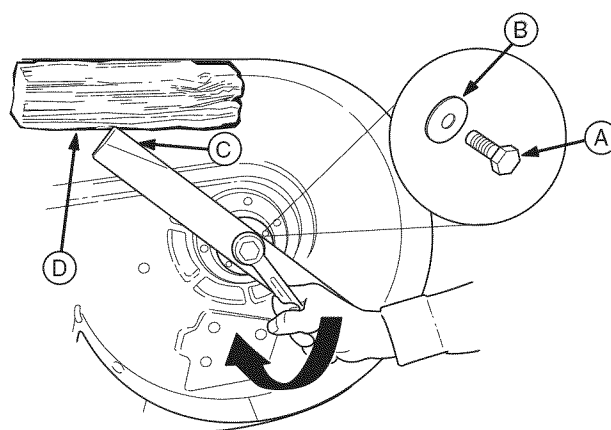

Figura 25. Instalación del Aspa
3. Quite el tornillo de cabeza hexagonal (A, Figura 25), arandela elástica (B), y aspa.
7. Reinstale el aspa con las aletas de izado (C, Figura 25) apuntando arriba hacia la cubierta de la podadora como se muestra.
8. Reinstale la arandela elástica (B) y tornillo de cabeza hexagonal (A). Use un bloque de madera (E) para evitar que el aspa gire mientras aprieta el tornillo de cabeza hexagonal (A) a 45-55 ft-lbs (61-75 Nm). Gire el tornillo de cabeza hexagonal a la derecha para apretarlo.